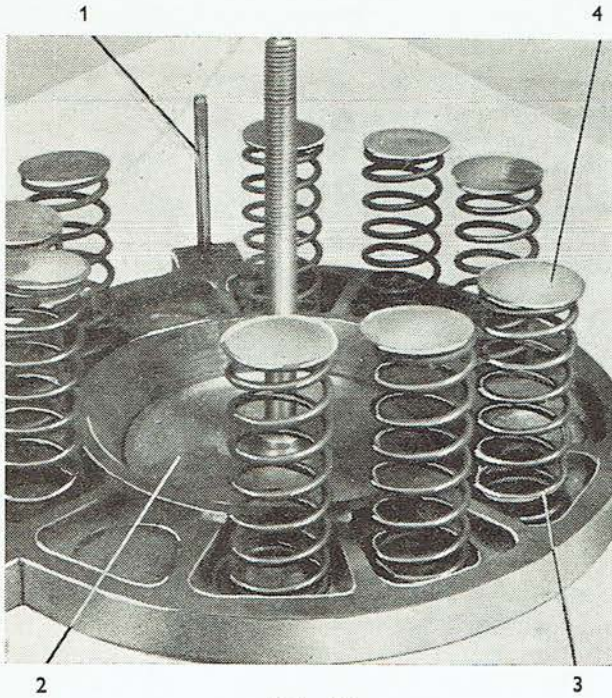

Abb. 54
- Die Kupplungsdruckscheibe ist mit drei Schrauben (Abb. 54/1) auf den Teller des Kupplungsabziehers (Abb. 54/2) aufzuschieben.
- In die Vertiefung innerhalb der Kupplungsdruckscheibe sind Unterlagscheiben einzulegen, auf diese die Druckfedern (Abb. 54/3) und abermals Unterlagscheiben (Abb. 54/4). Die Anzahl der Federn am Umfang der Kupplungsdruckscheibe beträgt beim Schlepper Zetor 2511 — 6 Stück, beim Schlepper Zetor 3511 — 9 Stück, beim Schlepper Zetor 4511 — 12 Stück. Die Federn sind am Umfang gleichmäßig verteilt.